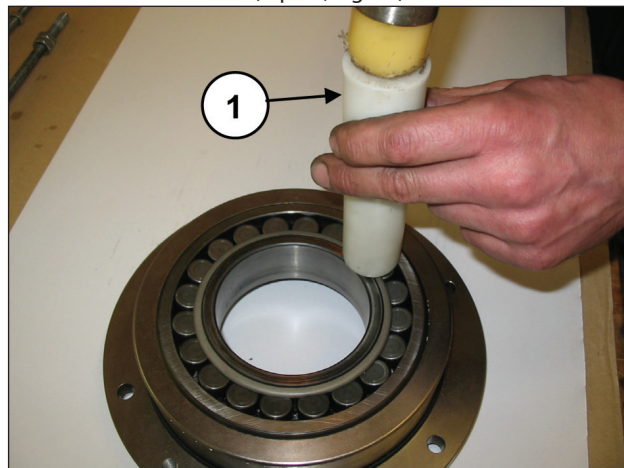

Fig. 26
Poser le vilebrequin sur le fond du carter. Désassembler le cache de porte-roulement, du roulement à l'aide d'un outil à inertie (rep. ①, Fig. 26).